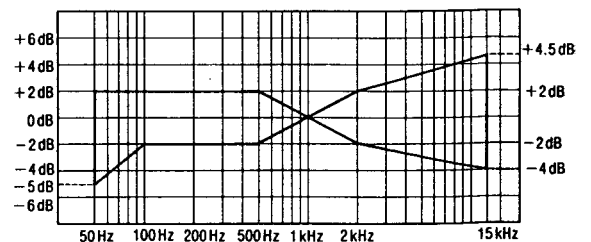

Abb. 10
8. Achten Sie darauf, daß sich der Frequenzpegel in dem in **Abb. 10** aufgezeichneten Bereich befindet.